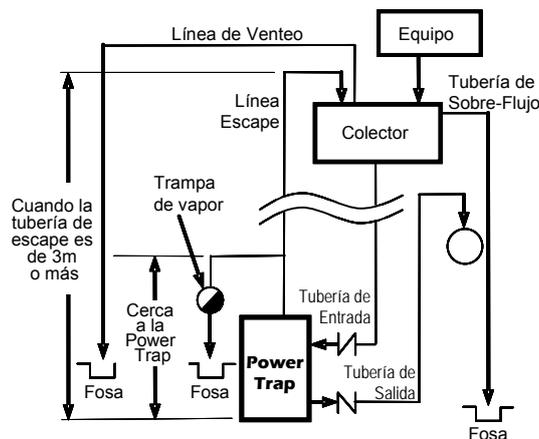

Figura 1: Sistemas Abiertos
- (a) **Solo para Sistemas Abiertos:** Agregar una trampa de tipo flotador a la tubería de escape en el punto justo arriba donde existe la conexión de la tubería de escape en el cuerpo de la unidad. (Figura 1)